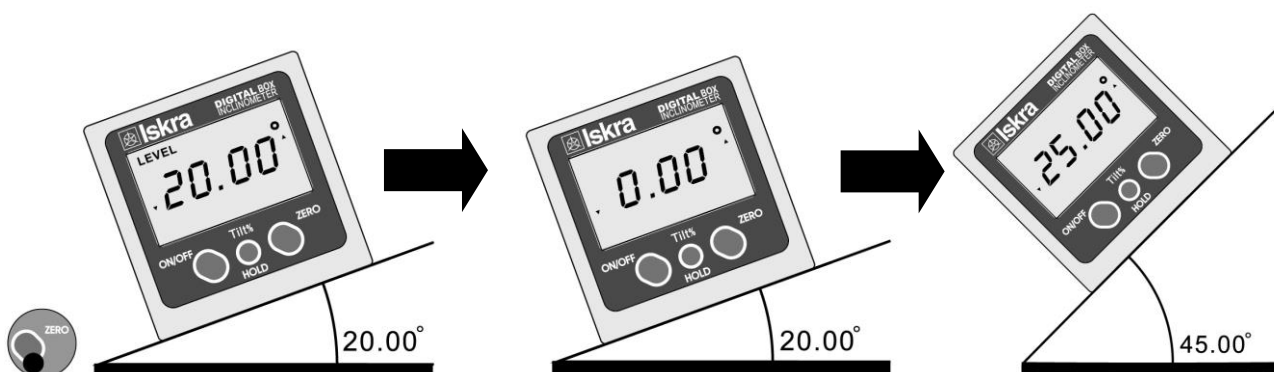

FIG. 2
- Kratko pritisnete tipko „ZERO“. Izpiše se „0.00°“, oznaka „LEVEL“ pa izgine. S tem ste trenutni kot izbrali za izhodiščni kot meritve. (Fig. 2)
- Spremenite naklon podlage. Izpiše se npr. „25.00°“. Izpisana vrednost predstavlja kot med izbranimi površinama. Kot med površino, na kateri izvajate meritev in referenčno površino v tem primeru znaša 45°. ($45^\circ - 20^\circ = 25^\circ$) (Fig. 2)